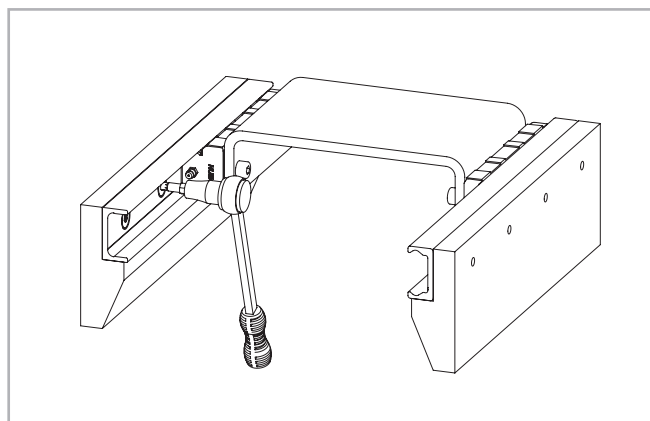

Fig. 113
(2) Montez le rail suiveur et ne serrez que légèrement les vis de fixation.
(3) Introduisez les patins dans les rails et montez l'élément mobile sans serrer à fond ses vis.
(4) Déplacez l'élément mobile vers le milieu du rail et vissez-le au couple de serrage correct (voir p. CR-59, tab. 42).
(5) Serrez les vis de fixation situées au milieu du rail au couple de serrage prescrit (voir fig. 113).
(6) Amenez l'élément à l'une des extrémités du rail et commencez à partir d'ici de serrez les vis restantes en procédant vers l'autre extrémité du rail.